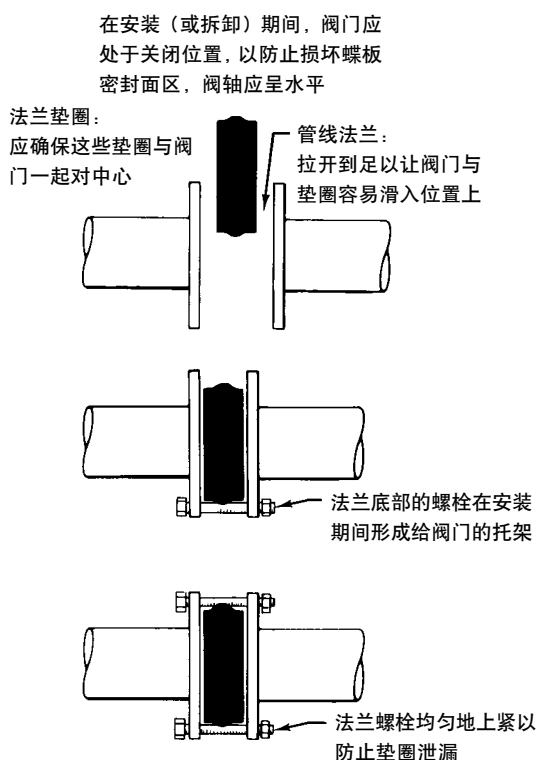

图 5. 正确的安装步骤
1. 请查阅执行机构指导手册找到控制阀蝶板（件 2）关闭位置的执行机构行程限位的位置。当调整行程限位或行程时，一定要确保该蝶板离开阀体里的内部限位在 0 至 0.76 毫米（0 至 0.030 英寸）之间（见图 5）。为确保执行机构输出扭矩能完全被执行机构行程限位或被执行机构吸收，这种调整是必需的。阀体里的内部行程限位不应吸收执行机构的任何扭矩。
● **对对夹式阀门:** 首先安装下法兰螺栓以形成阀门的托架(见图5)。有关法兰螺栓的技术规格见表5。